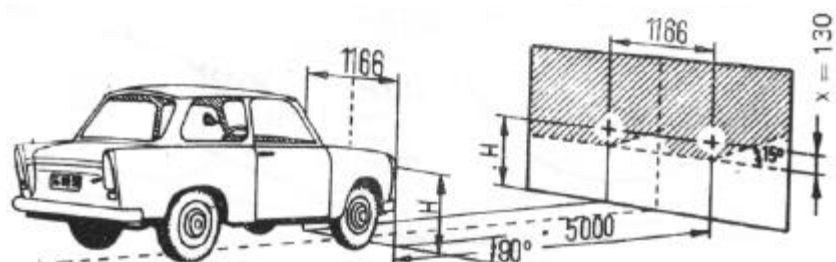

Bild E 40. Scheinwerfereinstellung
- Die im Bild E 40 angegebenen Maße sind auf die Wand aufzutragen. Wird das Fahrzeug 10 m vor der Wand aufgestellt, so ändert sich das angegebene Maß von 65 in 130.